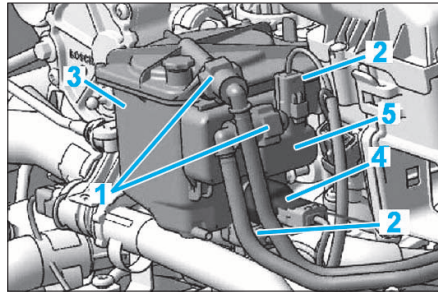

FIG. 52
- Écarter (Fig.52) :
- les tuyaux de carburant (1)
- le faisceau (2).